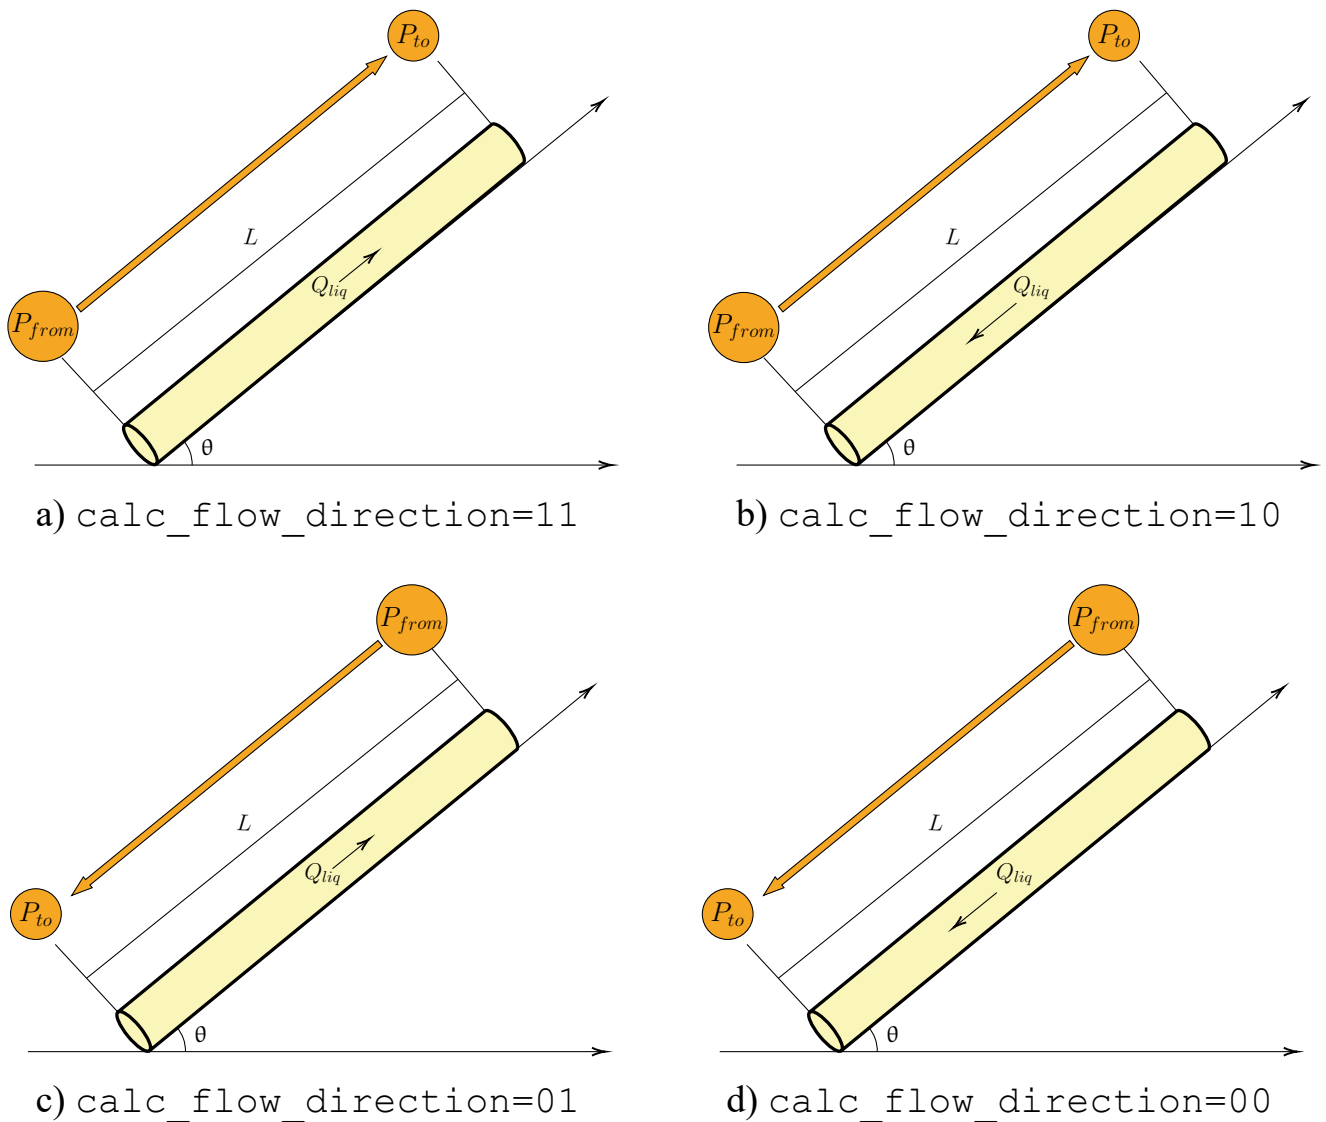

Рис. 2.7 — Схема расчета распределения давления против потока
Возможны следующие варианты задания параметра расчета, смотри рисунок 2.7.
1. `calc_flow_direction=11` расчет идет в направлении роста координаты, и поток идет в том же направлении, смотри рисунок 2.7 а).
2. `calc_flow_direction=10` расчет идет в направлении роста координаты, а поток идет в противоположном направлении, смотри рисунок 2.7 б).
3. `calc_flow_direction=01` расчет идет в направлении убывания координаты, а поток идет в направлении роста координаты, смотри рисунок 2.7 в).
4. `calc_flow_direction=00` расчет идет в направлении убывания координаты и поток идет в том же направлении, смотри рисунок 2.7 д).